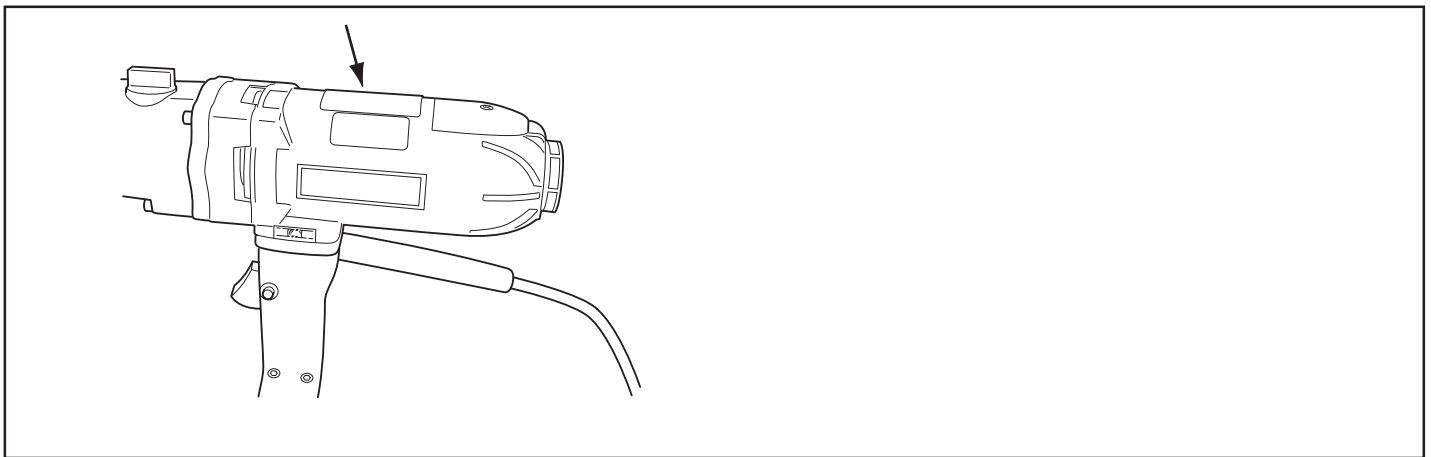

Рис. 5
- Электророзетка имеет заземление, напряжение в ней соответствует тому, которое указано на корпусе сверлильной машины (см. рис. 5).